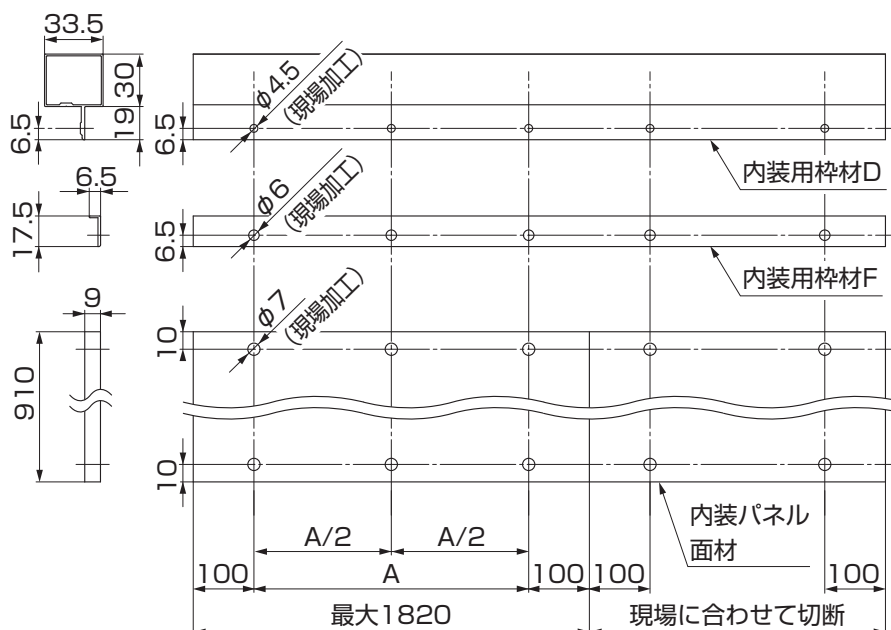
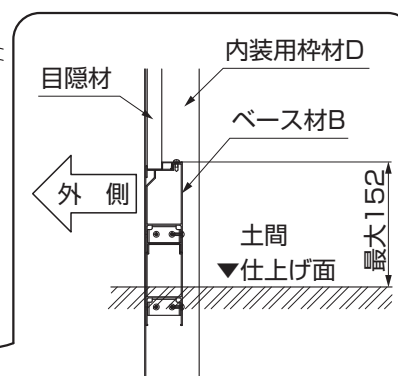

図4-4 内装パネル面材部品の穴加工
図4-5 内側の土間仕上りの位置確認
(図4-4、図4-5参照)
- カウンターテーブルと同時取付けの場合はカウンターテーブルの上方のみの取付けになります。その場合は、内装用枠材Dをカウンターテーブル天板上面で切断してください。(図4-5参照)
- ②内装用枠材Bに内装用枠材Dを突き当て、内装用枠材固定金具の穴位置にφ3.5の穴加工をしてください。